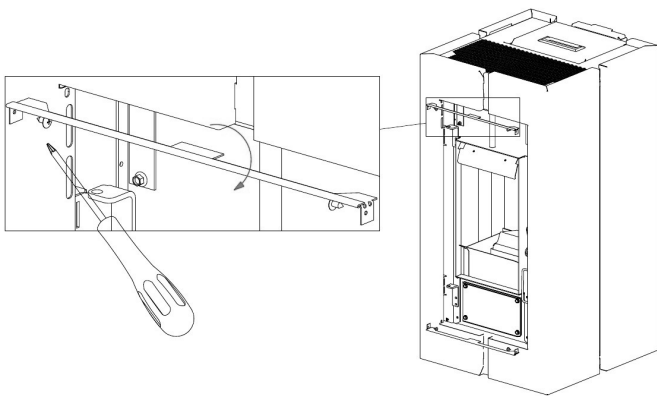

Fig. 53 - Verwijdering profielen
- De 4 schroeven losdraaien en de zwarte profielen onder en boven de deur verwijderen (zie **Fig. 53**).